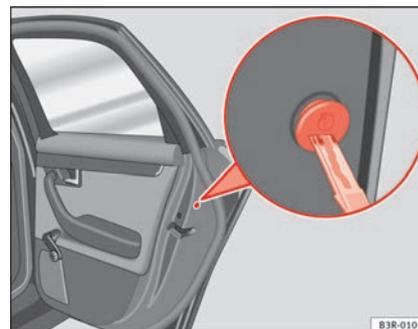

Abb. 71 Notverriegelungs-
- Drehen Sie die Abdeckkappe etwas mit dem Zündschlüssel ⇒ Seite 103, Abb. 71 und kippen Sie anschließend die Kappe nach unten.